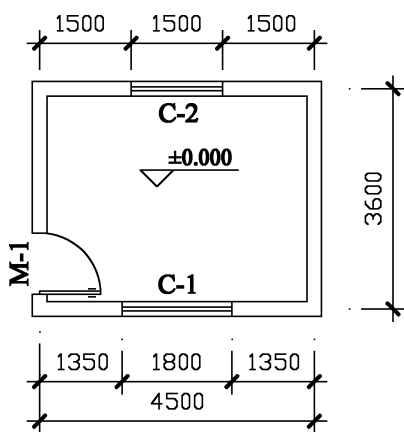

图 6-58 房间平面图
5) 根据本章所学内容, 完成如图 6-58 所示的房间平面图绘制。为图中的门、窗、标高符号图块添加属性, 并为图块“门”添加缩放、翻转参数和动作, 为图块“窗”添加拉伸、旋转参数和动作。